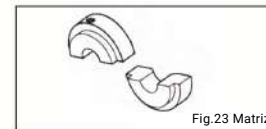

Fig.23 Matriz
(2) Matrices para tubos de 5/8 y 3/4 de pulgada de diámetro (Fig. 23)